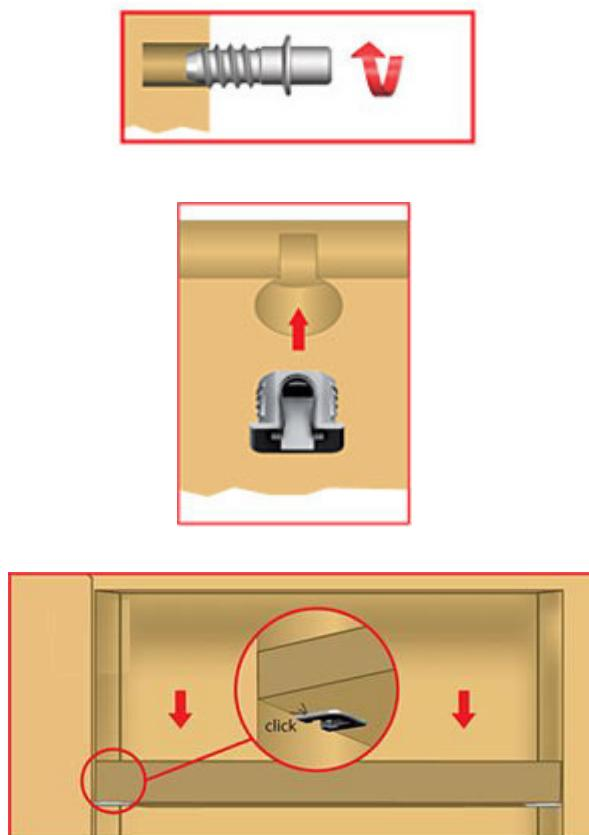

Рис. 1
3. Ввинтить штоки полкодержателей в отверстия на внутренней пласти царг (см. рис.1).
4. Установить полкодержатели в отверстия на распорной планке, сориентировав их пазами к торцу детали (см. рис.1).
7. Установить планку распорную на штоки полкодержателей, слегка нажав на нее сверху. Фиксация происходит с характерным щелчком (см. рис.1).
2. Ввинтить штоки полкодержателей в отверстия на внутренней пласти царг и торцах среднего бруска (см. рис.1).
11. Установить планки распорные на штоки полкодержателей, слегка нажав на планки сверху. Фиксация происходит с характерным щелчком (см. рис.1).